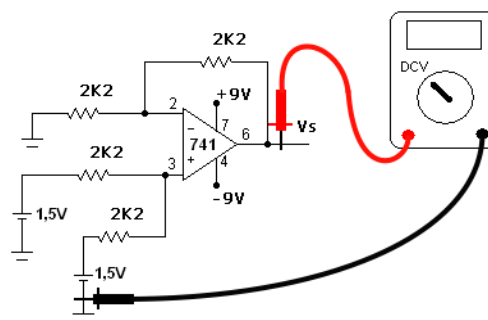
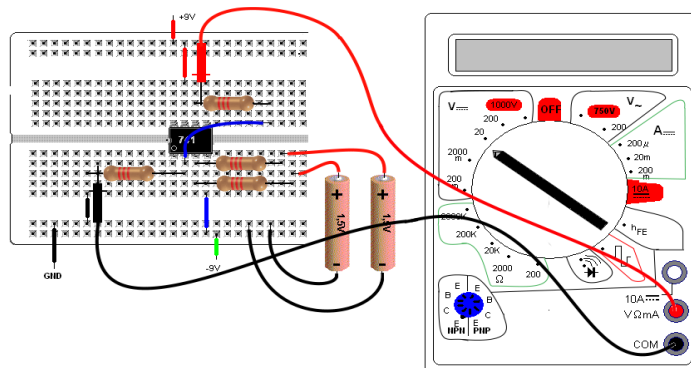

Figura 5: circuito somador não inversor - parte experimental
Figura 6: Amplificador somador não inversor - sugestão de *layout* na MP
- Para o circuito da Figura 5 calcule a tensão saída para cada uma das combinações das tensões de entrada da tabela 3.
5. Monte o circuito da Figura 5 na MP de acordo com sugestão de *layout* da Figura 6. Meça a tensão na saída para cada uma das combinações das entradas da tabela 4. Obs: indique na tabela os valores efetivos das tensões das pilhas (valor medido).